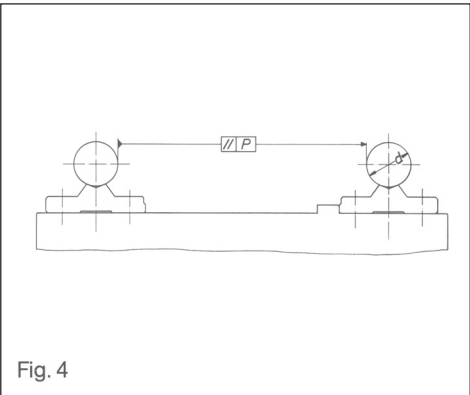
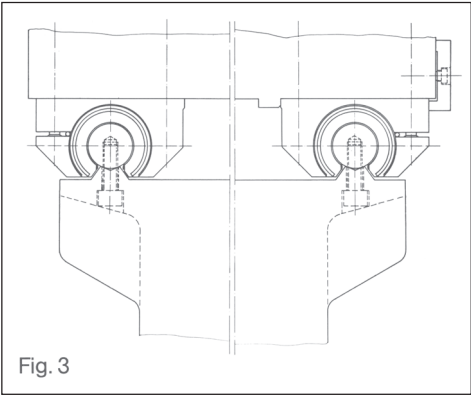

Fig. 4
Fig. 3
- Aligner et fixer le deuxième ensemble prémonté, arbre avec support, suivant la Fig. 4
- Aligner et fixer le deuxième ensemble, arbre avec support, suivant la Fig. 4.
- Fabriquer le bâti-support d'arbre en respectant le parallélisme suivant lag Fig. 4.
- Fixer les arbres (contrôle suivant la Fig. 4).
- Monter les paliers suivant la méthode décrite sur la Fig. 3.
Vis de fixation recommandées (Fig. 3)
Parallelismo: L'allineamento deve rispettare i valori indicati in Fig. 4.
Vedere Fig. 3, 5 e 6 e le relative tabelle.
Zweite Welle nach Fig. 4 ausrichten und verschrauben.
Erste Welle mit Wellenunterstützung an Anschlagkante anpressen und verschrauben, zweite Welle nach Fig. 4 ausrichten und verschrauben.
Wellenunterstützungen entsprechend der Parallelität nach Fig. 4 fertigen, Wellen aufschrauben (Kontrolle nach Fig. 4) Montage der Radial-Compact-Sets entsprechend Fig. 3
Empfohlene Schrauben (Fig. 3) für die Wellenbefestigung
Fabricate shaft support rails parallel as shown in Fig. 4.
Screw on shafts (check for parallelism to within the tolerances shown in Fig. 4)
Mount Radial Compact Sets as shown in Fig. 3.
Recommended Shaft Mounting Screws (Fig. 3)